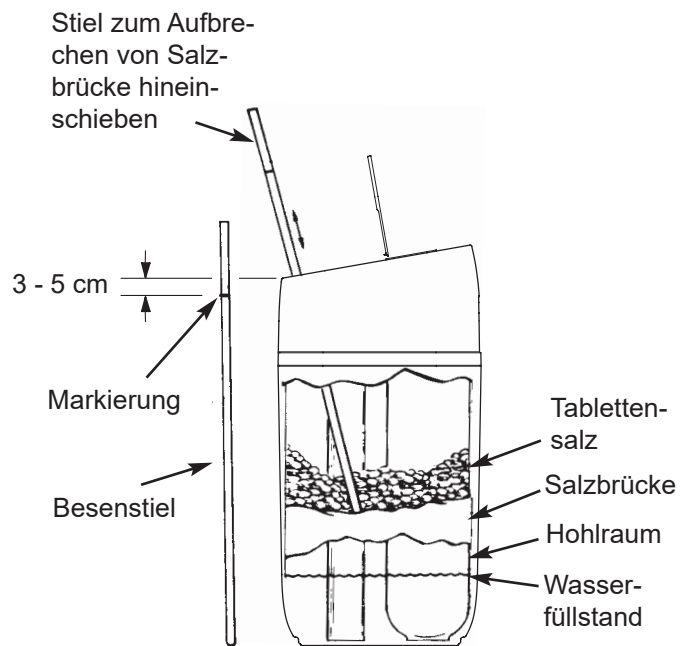

Abb. 4
1. Halten Sie einen Besenstiel oder einen ähnlichen Gegenstand wie in Abb. 4 auf Seite 23 gezeigt neben den Wasserenthärter.